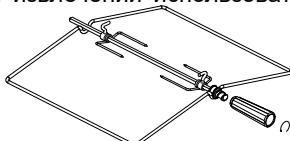
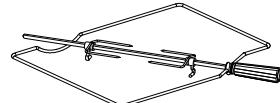

рис. 11
рис. 12
1. Плиты могут комплектоваться вертелом различной конструкции, со съемной рукояткой (рис.11). В зависимости от комфортности, плиты могут комплектоваться вертелами другого исполнения (рис.12). При установке и извлечении использовать рукоятку, которая накручивается на резьбовую втулку.